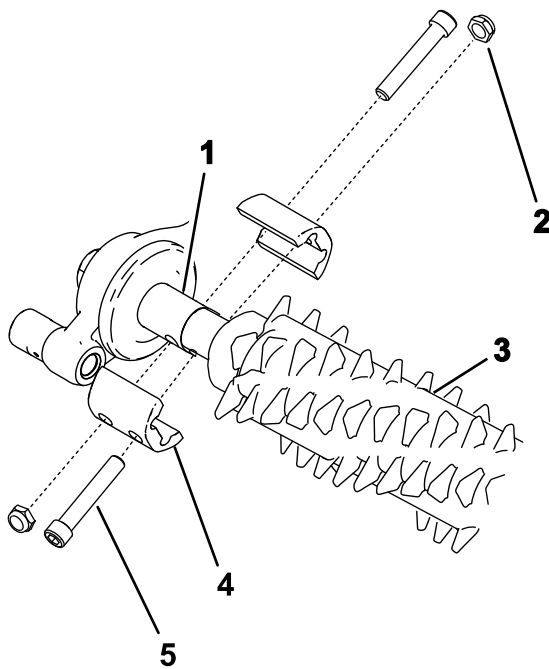

Figura 17
- Alinhe o rastelo de corte com a caixa de transmissão do rastelo e o conjunto do rolete (Figura 17).
3. Fixe o raspador à máquina como mostrado em Figura 17 e aperte os parafusos.